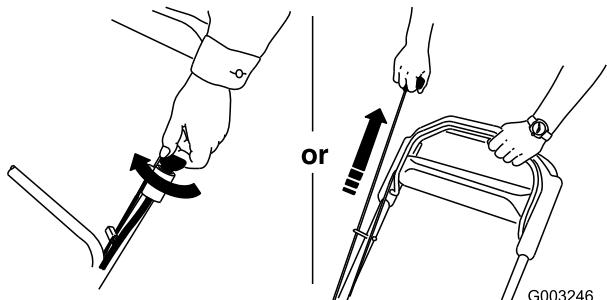

Figura 20
- Arranque el motor usando la llave de contacto (modelo 20796 solamente) o el arrancador de retroceso (Figura 20).